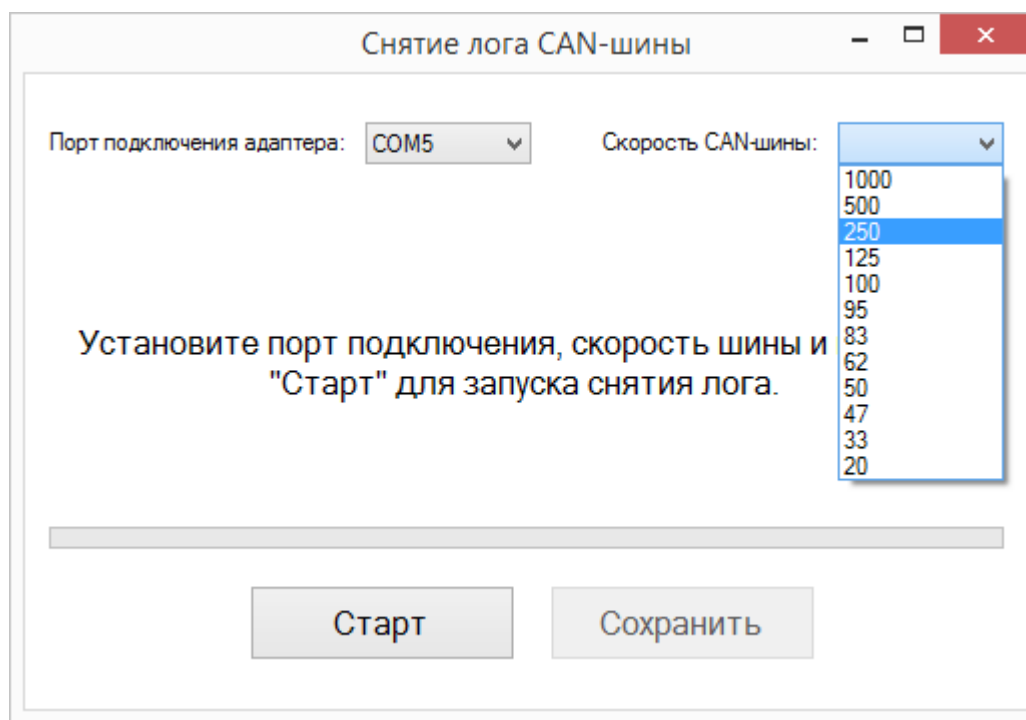

Рис.3 Окно «Снятие лога CAN-шины» программы «CANFMS BusMaster»
5. Подключите адаптер к ноутбуку с установленной программой «CANFMS BusMaster» и включите зажигание ТС. В программе «CANFMS BusMaster» запустите режим «Снятие лога шины CAN или J1708», выберите тип информационной шины «CAN» и установите в окне «Снятие лога CAN-шины» порт подключения адаптера и скорость CAN-шины, рис.3.